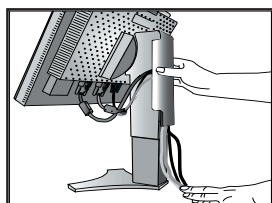

Figura 9
7. Vuelva a deslizar la cubierta para cables a la posición correcta (Figura 9). Conecte el cable de alimentación al tomacorriente.